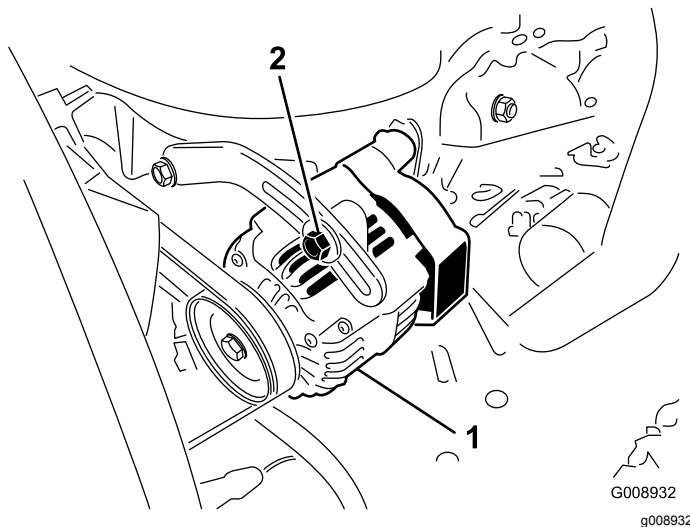

Figura 59
Controllate lo stato e la tensione delle cinghie (Figura 59) ogni 100 ore di servizio.
2. Se l'inflessione non è di 10 mm, allentate i bulloni di fissaggio dell'alternatore (Figura 59).